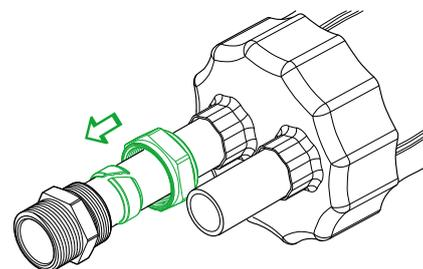

Рис. 4.6.6
- Придвинуть кольцо уплотнительное и гайку накидную к корпусу фитинга (рис. 4.6.6).